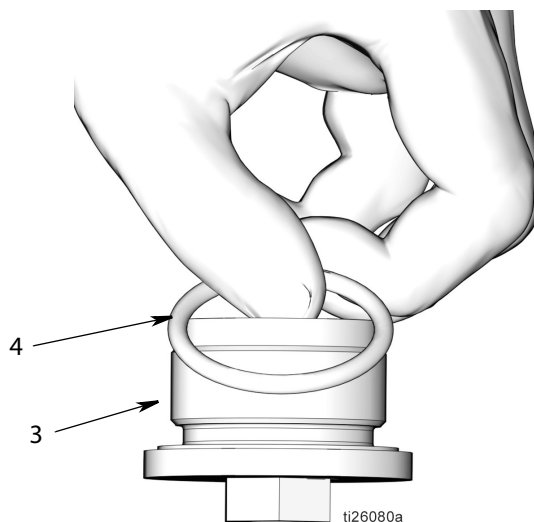

Рис. 53
- d. Нанесите тонкий слой консистентной смазки на уплотнительное кольцо (4). Установите уплотнительное кольцо круглого сечения в стопорную гайку поршня (3) (Рис. 53).